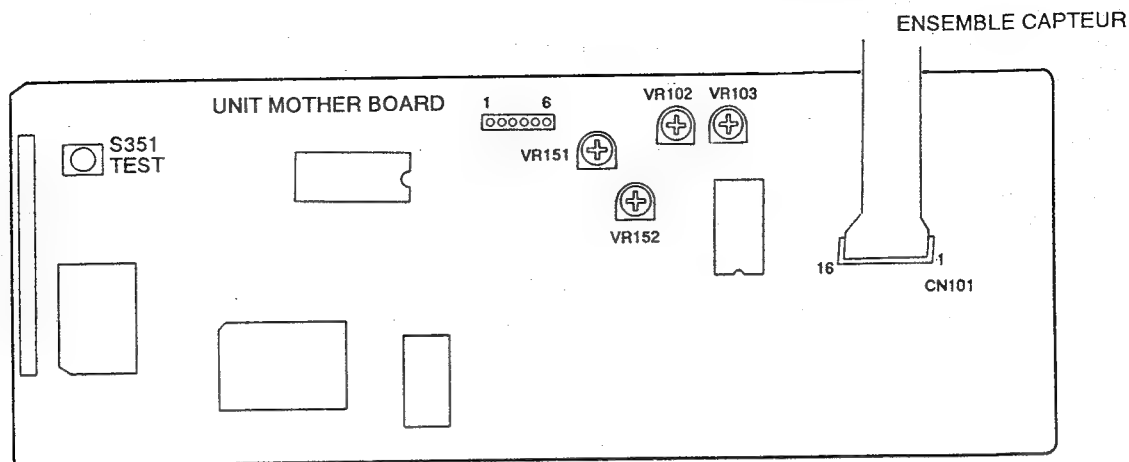

Figure 1 Emplacement des réglages
2. Appuyer sur la touche TEST (S351). (Voir Figure 1.)